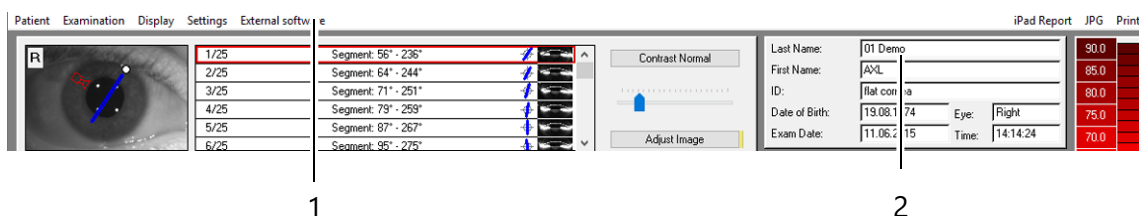

Fig. 6-1: Barra de menus do programa Pentacam®
- No programa Pentacam® → Fig. 6-1 (página 28), selecione a opção de menu [Exame] (Examination) e clique em [Escanear] (Scan).